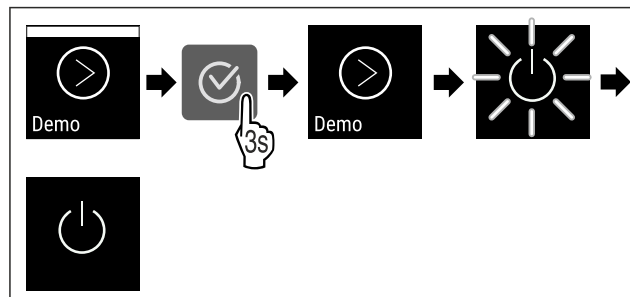

Fig. 100
- ▶ Izvedite zahtevane korake (glejte Fig. 100) .